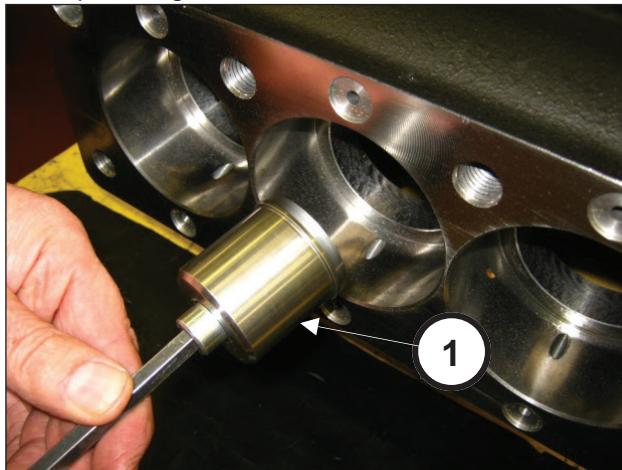
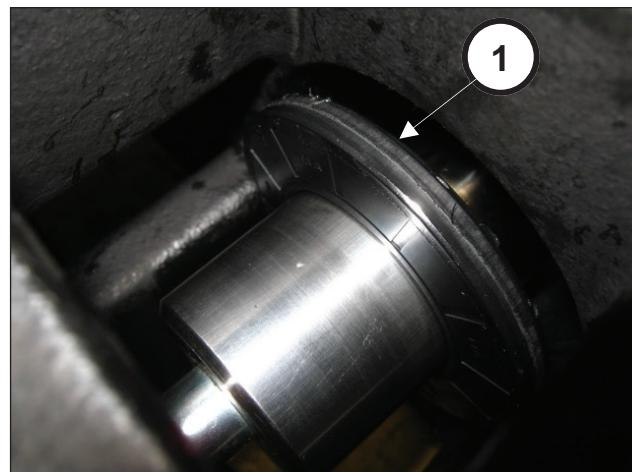

Fig. 34
Fig. 35
Insira a ferramenta (pos. ①, Fig. 34) e parafuse-a na haste até o fundo (pos. ①, Fig. 35).
Depois de ter verificado a limpeza correta do cárter, insira o grupo da semi-haste-guia do pistão no interior das varas do cárter (pos. ①, Fig. 35).
Bloqueie os três grupos da ferramenta adequada, cód. 27566200 (pos. ①, Fig. 34).